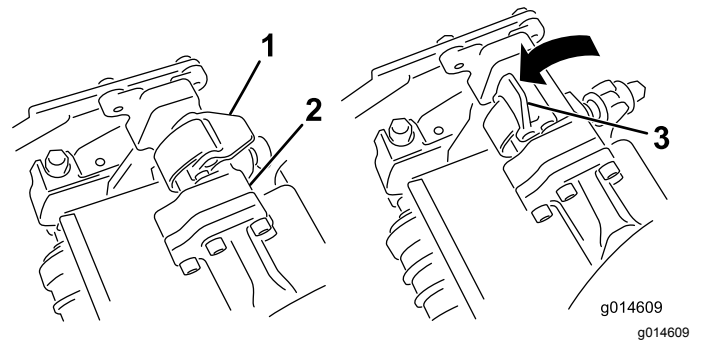
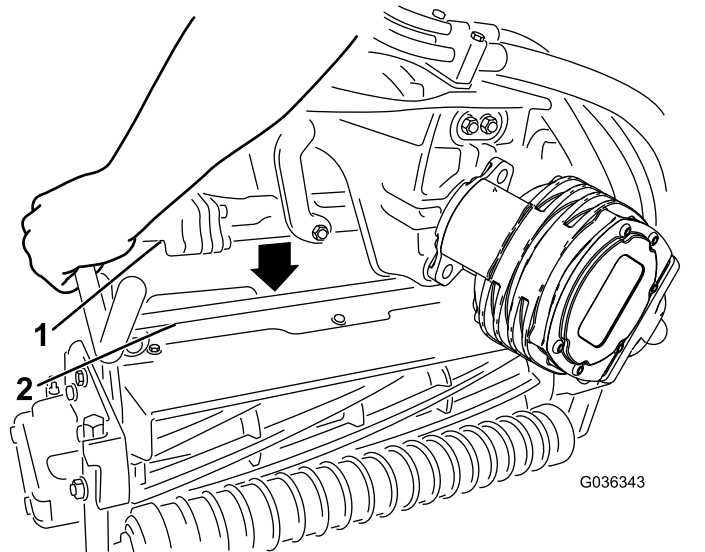

Bild 50
Bild 51
4. Die Riegel an der Aufhängearmstange müssen nach oben zeigen (d. h. offen) (Bild 50); drücken Sie den Aufhängearm dann so nach unten, dass die Stange über die Stange an der Oberseite der Schneideinheit passt (Bild 51).
5. Drücken Sie die Riegel nach unten um die Schneideinheitstange herum und arretieren sie (Bild 50).
5. Öffnen Sie die Riegel an der Aufhängearmstange der Schneideinheit, die Sie entfernen möchten (Bild 50).